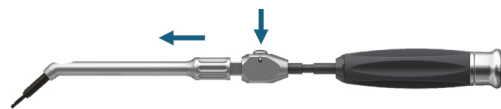

Figura 20
1. Desmunte la fresa acodada pulsando el botón y extrayendo del mango el vástago externo de la llave acodada, lo suficiente para sacar la punta de fresa (Figura 20).